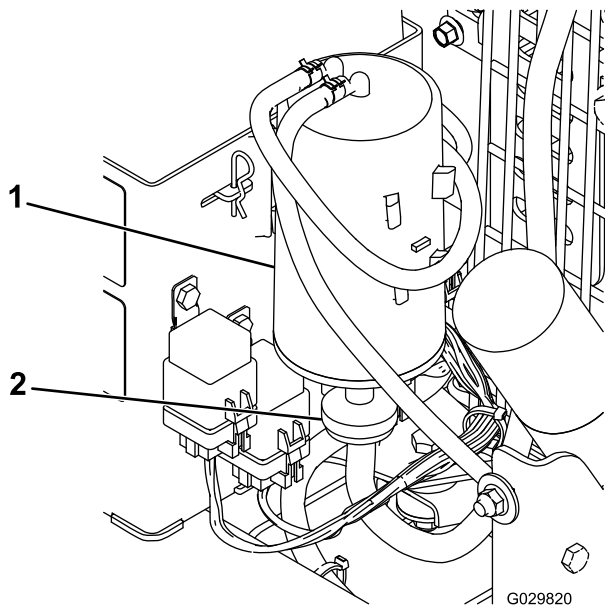

図 13
2. カーボンキャニスタフィルタを取り外して廃棄する 図 13。